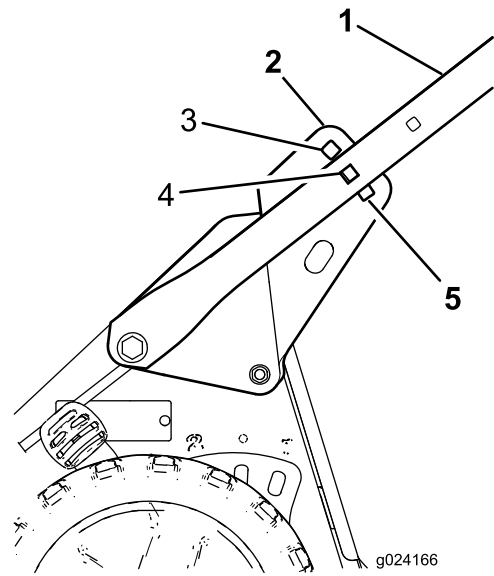

Figure 5
- Tenez-vous à la position d'utilisation pour déterminer la hauteur du guidon qui vous convient le mieux (Figure 5).